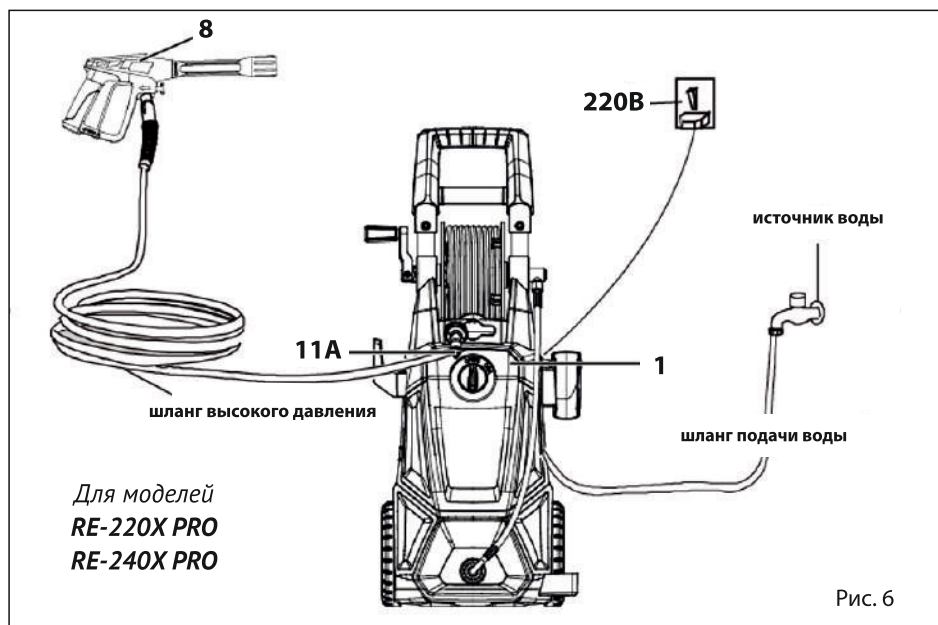

Рис. 6
- Соедините шланг высокого давления на корпусе через специальный коннектор (см. рис. 4,5 для моделей RE-180 PRO и RE-200 PRO; рис. 6 для для моделей RE-220X PRO и RE-240X PRO). Либо (в зависимости от конструкции) закрутите шланг высокого давления от руки, **не используйте для крепления шланга различные инструменты!**